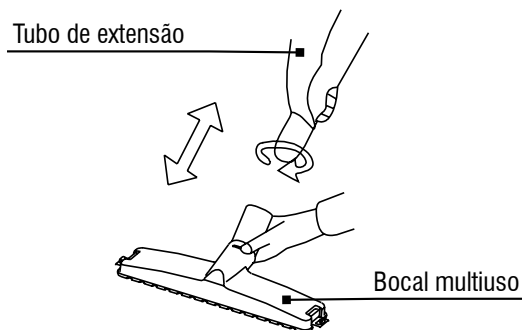

Fig. 6 – Montagem do bocal multiuso
- Conecte o tubo de extensão no bocal multiuso, conforme mostra a Fig.6.